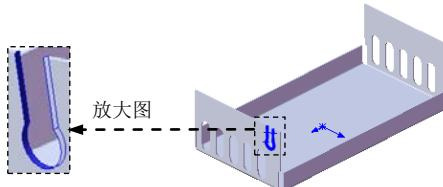

图 11.3.28 切除一拉伸 3
② 定义方向 1 的参数。在 **方向 1** 区域的 **间距(D)** 文本框中输入数值 7.0；在 **数量(N)** 文本框中输入数值 5。
(3) 定义阵列源特征。单击 **要阵列的特征(F)** 区域中的文本框，选取切除一拉伸 2 作为阵列的源特征。
(4) 单击 按钮，完成阵列（线性）1 的创建。
Step10. 创建图 11.3.28 所示的切除一拉伸 3。